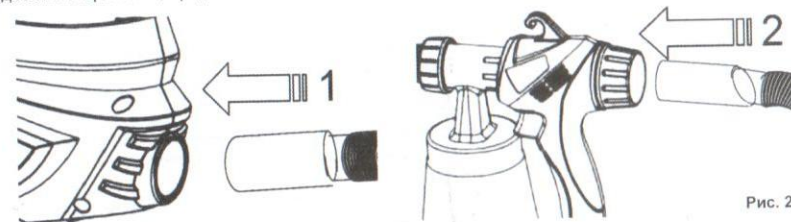

Рис. 2
- Подключите воздушный шланг одним концом к нагнетателю, другим к ручке распылителя (См. Рис.2).